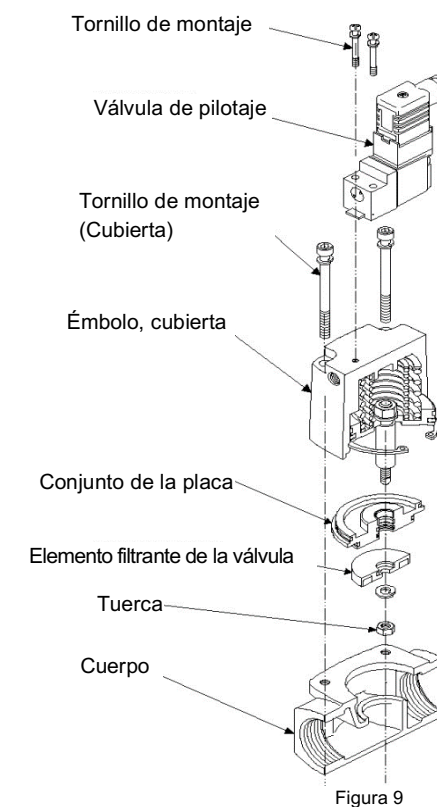

Figura 9
6.6.1 Sustitución del conjunto de la placa y del elemento filtrante de la válvula (Véase la Figura 9)
6.6.2 Sustitución del conjunto de válvula de pilotaje (véase la Figura 9)